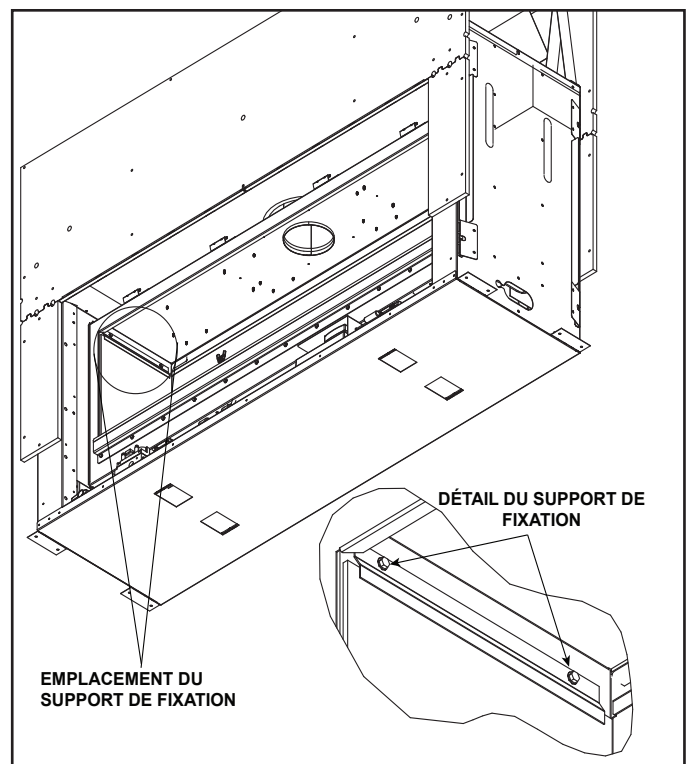

Figure 11.6. Installation du support de retenue - modèles à deux côtés
5. Pliez vers le côté du panneau de verre, la languette du support de la vitre jusqu'à ce qu'il se crée un espacement de 2 à 3 mm (1/16 à 1/8 po) entre la languette et le côté du panneau de verre. Voir la figure 11.6.
2. Placez le support de retenue par-dessus le panneau de verre de façon à ce que les trous soient contre le côté de la boîte à feu. Utilisez deux vis autotaraudeuses en vue de fixer le support au côté de la boîte à feu. Voir la figure 11.6.